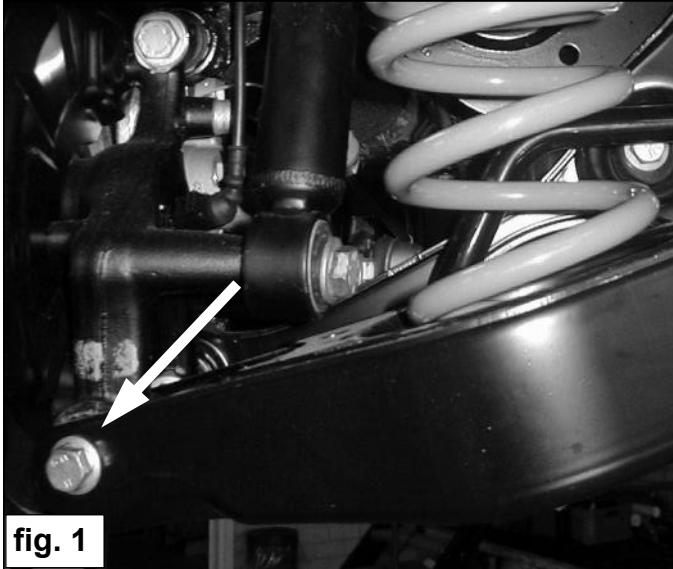

fig. 1
6. Support the wheel arm and fit the wheel arm bolt at the wheel side. See fig. 1.
2. Unterstützen Sie den Tragarm und entfernen Sie den Tragarmbolzen an die Radseite. Siehe Fig. 1. Achten Sie darauf dass der Tragarm unter Federspannung ist.
6. Unterstützen Sie der Tragarm und montieren Sie den Bolzen an der Radseite. Siehe Fig. 1.